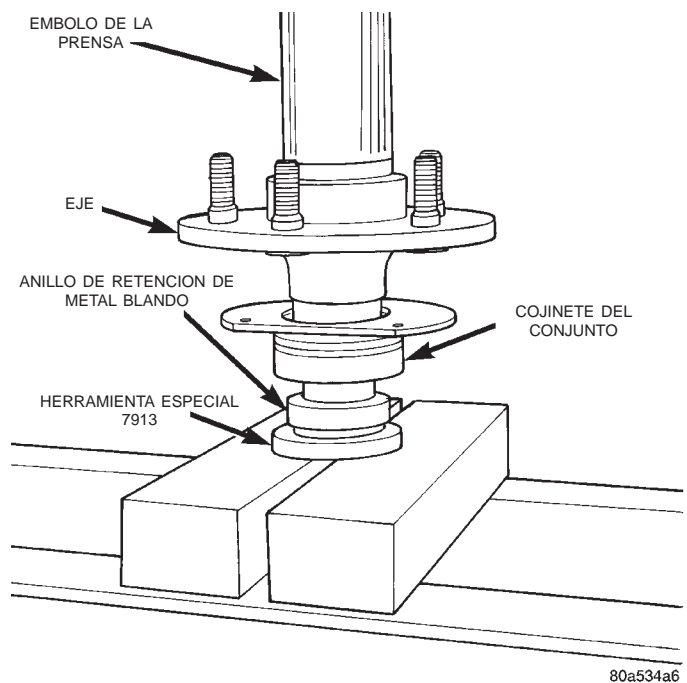

Fig. 30 Presione el anillo de retención de cojinete sobre el eje
(8) Con el instalador 7913 y una prensa de taller, presione el anillo de retención de metal blando sobre el semieje (Fig. 30).
(9) Instale el eje en el vehículo.